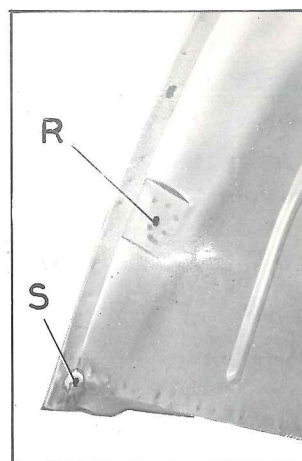

Fig. 11
9. Dessouder le passage de roue du soubassement suivant PQ (fig. 8). Dessouder en R (fig. 11).